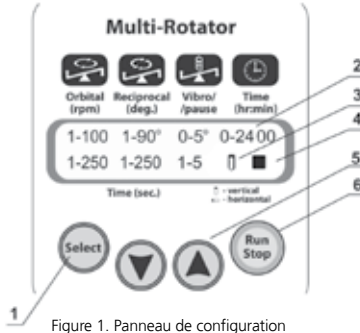

Figure 1. Panneau de configuration
- › Appuyez sur la touche **Run/Stop** (fig. 1/6) pour démarrer le programme.
- › La plateforme commencera à bouger et les indications correspondantes (►, fig. 1/4 et la durée) s'afficheront sur l'écran.
- › Si la durée d'utilisation n'est pas programmée et que l'indicateur du minuteur (fig. 1/2) affiche 0:00, appuyez sur la touche **Run/Stop** pour que l'agitateur rotatif continue de fonctionner jusqu'à ce que vous pressiez de nouveau la touche **Run/Stop**.
- › Appuyez sur la touche **Select** (fig. 1/1) pour choisir le paramètre à changer (le paramètre actif clignote).
- › Utilisez les touches ▼ et ▲ (fig. 1/4) pour entrer la valeur nécessaire. Si la touche est pressée pendant plus de 2 secondes le numéro change rapidement.
- › Appuyez sur la touche **Select** et maintenez-la enfoncée pendant 4 secondes pour changer le mode de mouvement réciproque (position verticale ou horizontale du tube). Lorsque l'icône du tube (fig. 1/3) est en position verticale, la rotation réciproque commence à partir des tubes en position verticale (plateforme en position horizontale). Lorsque l'icône du tube est en position horizontale, la rotation réciproque commence à partir des tubes en position horizontale (plateforme en position verticale).